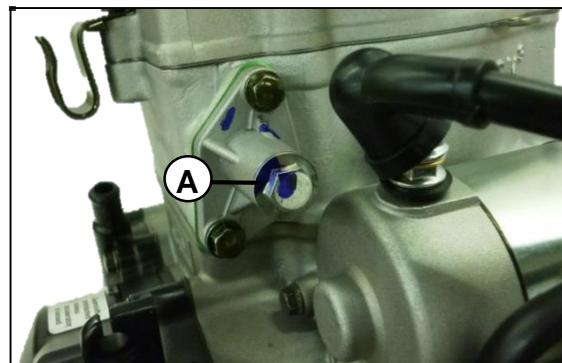

Fig. 06
Remueva el tornillo guía del resorte (A) del tensor de cadenilla. **Fig. 06**